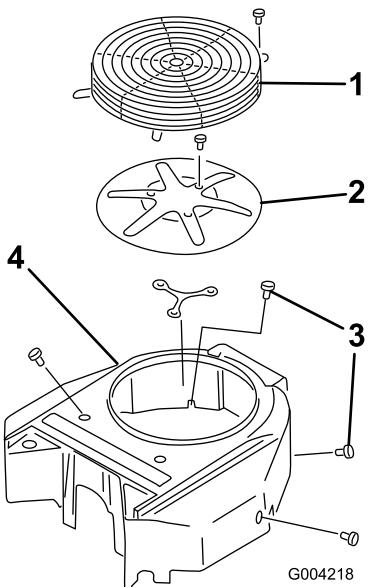

Figure 43
- Enlevez la grille, la prise d'air et le boîtier du ventilateur (Figure 43).
- Posez la grille, la prise d'air et le boîtier du ventilateur (Figure 43).